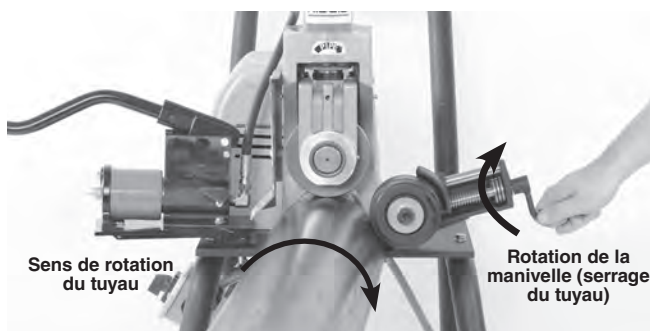

Figure 14 – Déport du tuyau de ½° (exagéré)
3. Tournez la manivelle du stabilisateur pour l'amener contre le tuyau. Ajoutez un tour de manivelle pour mettre sa roue en charge contre le tuyau (Figure 14). Ne pas passer votre main de l'autre côté du tuyau pour régler le stabilisateur.